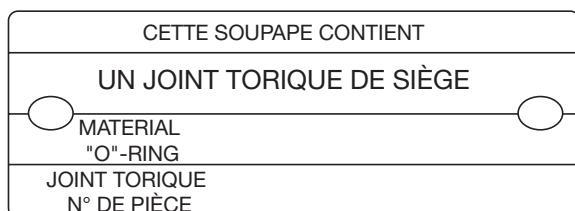

Figure 35 : Étiquette de joint torique de soupape
6. Si la soupape est équipée d'un joint torique de siège ou d'un joint en Téflon™ (UM DA), remplacer le joint torique ou le Téflon™. Se reporter à sa plaque d'étiquette (voir la Figure 35) pour déterminer la matière joint torique et le numéro de la pièce « d'usine ».